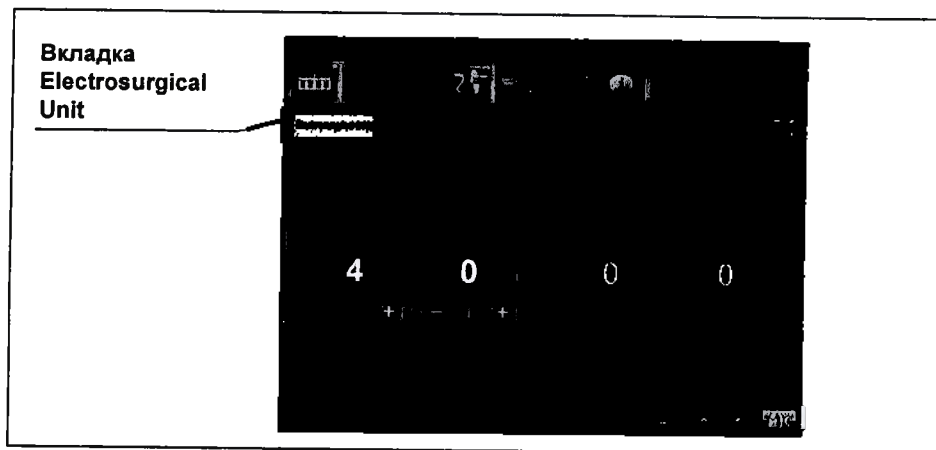

Рисунок 4.3
- 1 Отобразите окно Electrosurgical Unit (см. рис. 4.3).